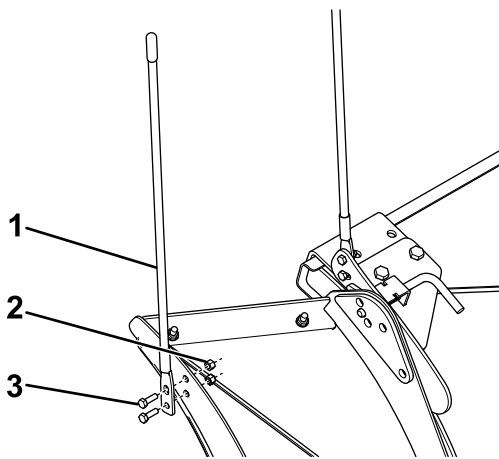

**Figura 12**
18. Sujete provisionalmente la cuchilla de la aleta a la aleta con 2 pernos de cuello cuadrado ( $\frac{5}{8}$ " , una placa de montaje y 2 tuercas (Figura 12).